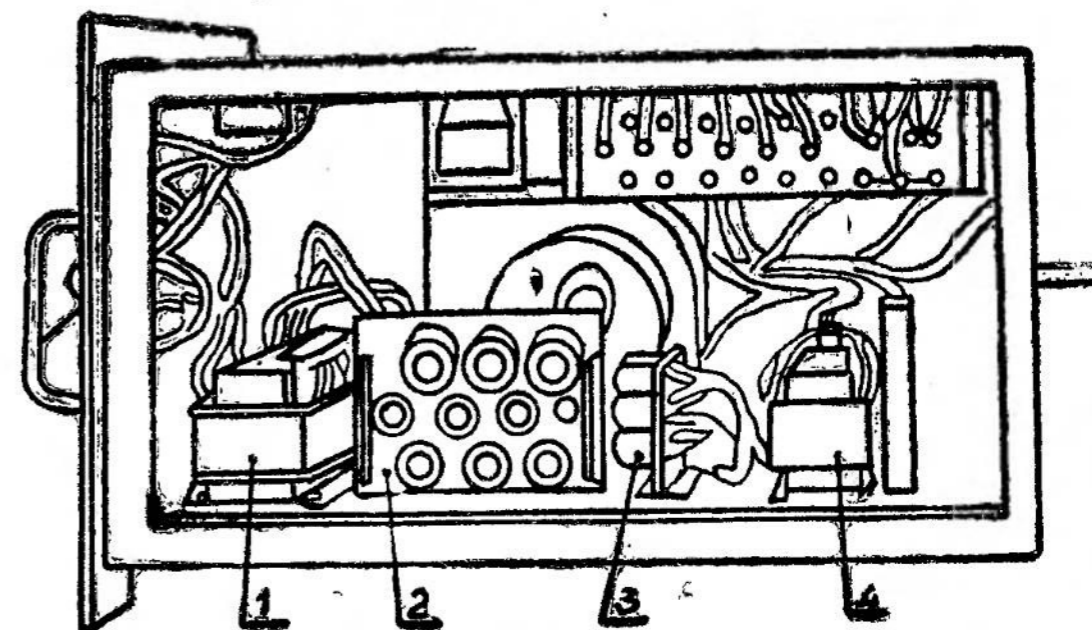

Рис. 1. Низковольтный блок (вид с правой стороны)
5.2.1. Блок № 1 является низковольтным блоком выпрямителя ВУ-50. В нем размещены следующие узлы и детали (см. рис. 1, 2):